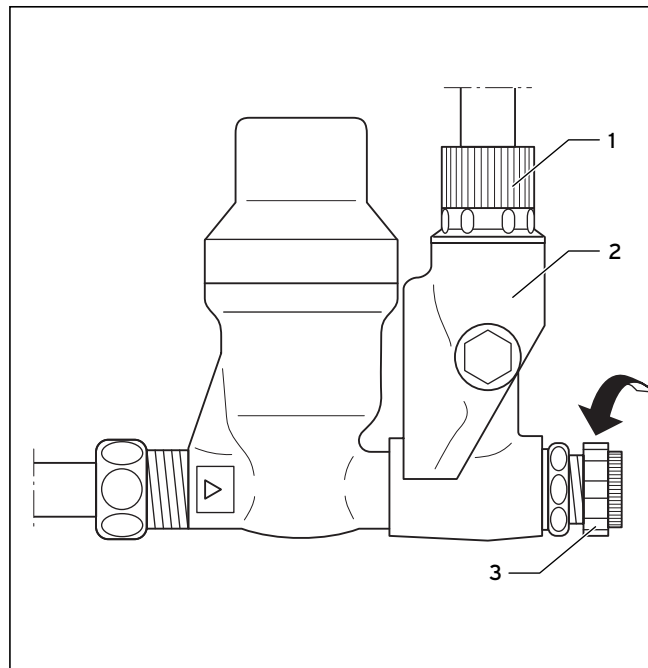

Abb. 4.1 Sicherheitsgruppe
- Abblaseleitung (2, Abb. 4.1) und Sicherheitsventil für das Speicherwasser.
Bei Undichtigkeiten im Warmwasserleitungsbereich zwischen Speicher und Zapfstellen schließen Sie bitte das Kaltwasser-Absperrventil (3, Abb. 4.1) und lassen Sie die Undichtigkeiten durch Ihren anerkannten Fachhandwerksbetrieb beheben.
Die Auslaufarmaturen, die Abblaseleitung (2, Abb. 4.1) sowie das auslaufende Wasser können bis zu 85 °C heiß werden.
Während der Beheizung tritt Wasser aufgrund seiner Volumenänderung aus der Abblaseleitung (**2**, Abb. 4.1) aus. Verschließen Sie deshalb nicht das Sicherheitsventil bzw. die Abblaseleitung!